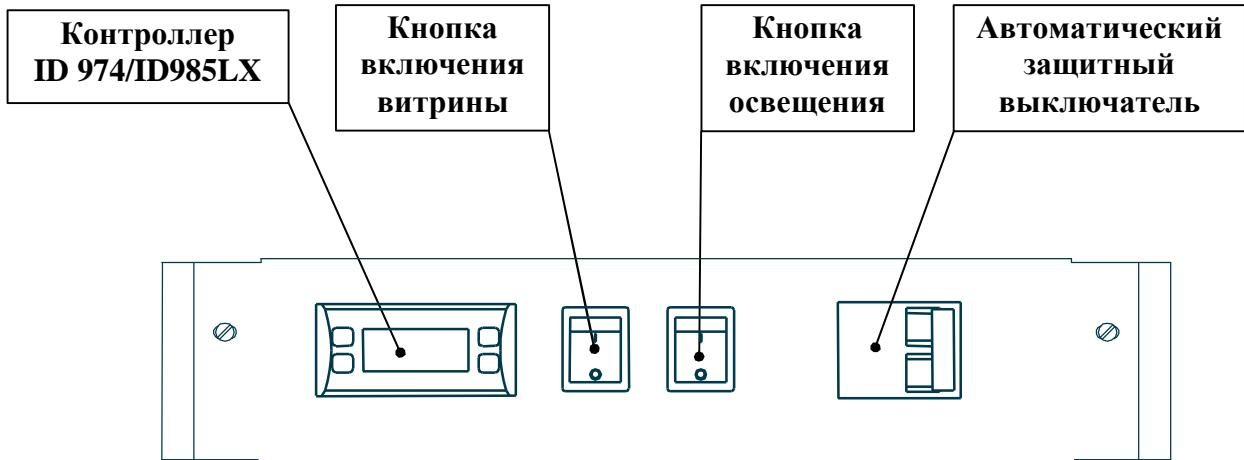

Рис. 2. Блок управления витрины «НЕМИГА CUBE» -В
- Электрическая система включает в себя блок управления, панель вентиляторов испарителя и систему освещения. В блоке управления (см. рис. 2) находятся: выключатели питания и освещения, электронный регулятор (контроллер), защитный автоматический выключатель и элементы силового электрооборудования.